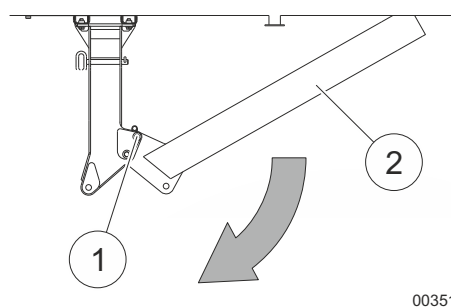

Fig. 156 Liberação e desdobramento da rampa
- 12 Solte o parafuso (1) na Fig. 156 da rampa. Desdobre a rampa (2) na Fig. 156.